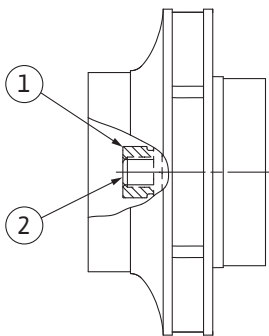

Fig. 107: Правильне положення гайки робочого колеса після монтажу
8. Утримуючи вал ріжковим гайковим ключем (розмір 22 мм), затягнути гайку робочого колеса з передбаченим крутним моментом (див. таблицю «Крутні моменти затягування» [► 30]). Гайка (Fig. 107, поз. 1) має розташовуватися відносно кінця валу приблизно на $\pm 0,5$ мм (Fig. 107, поз. 2). Якщо цього досягнути не вдалося, викрутити гайку й повторити операції 4 – 8.